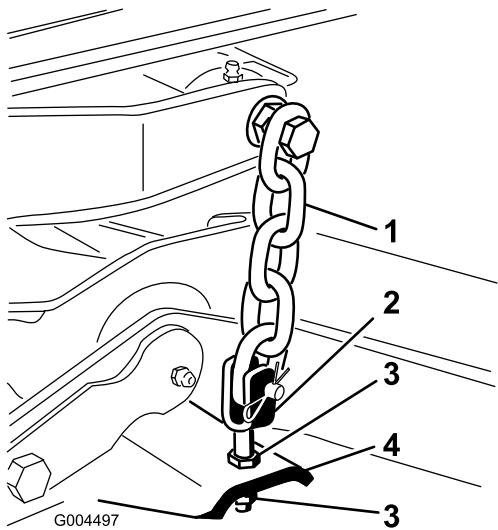

Bild 77
- Stellen Sie die Klemmmuttern ein, mit denen die hinteren Mähwerksgabeln bzw. -messer befestigt sind, um das Mähwerk hinten anzuheben, sodass die Messerneigung auf 8 mm eingestellt ist (Bild 77).